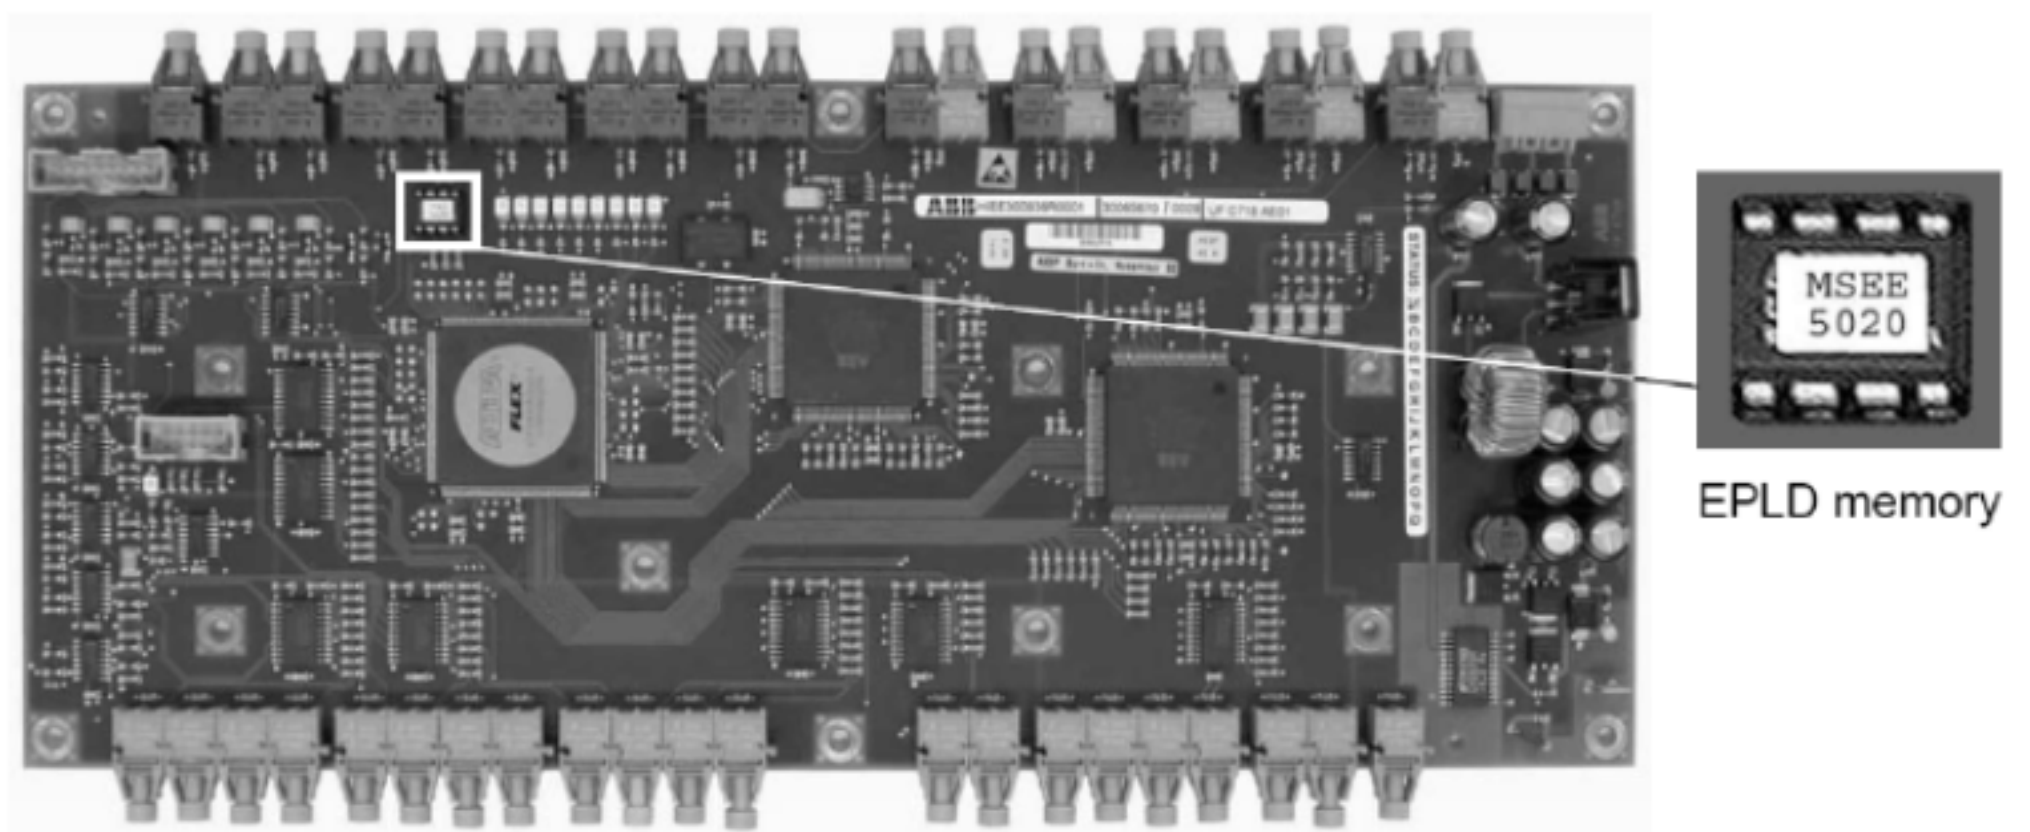

图6.7 INT板
- 3 在将EPLD插入新的INT板的时候，要注意芯片的方向。将芯片缺口放到正确的位置上（如图6.7）。